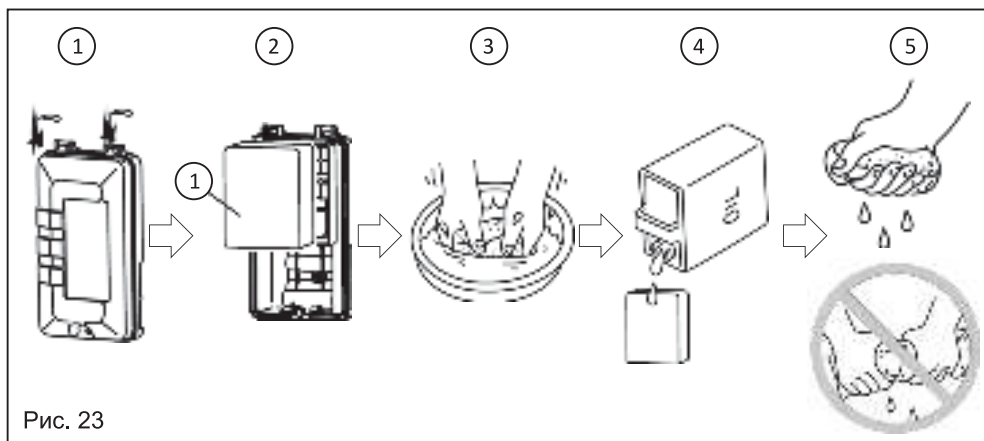

Рис. 23
1. Снимите крышку воздушного фильтра (рис. 23);
2. Вытащите фильтрующий элемент (поз. 1, рис. 23);